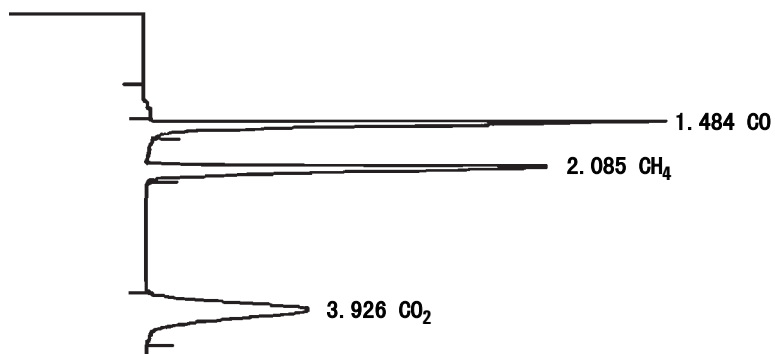

图 96 性能评价样品
- 7 注射镍催化剂性能评价样品（部件号 19354-60510）并开始运行。所得色谱图应该与图 96 类似（由于样品中含有空气，CO₂ 的峰可能较大）。